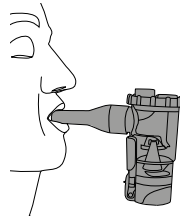

Bild 17
- Bei Verwendung des Mundstücks sollten Sie dieses mit den Lippen fest umschließen (Bild 17).